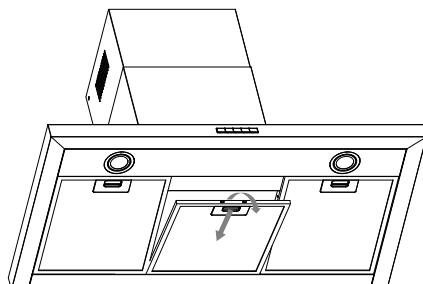

Рисунок 11
- Для отсоединения жироулавливающего фильтра, следует нажать на пружинный замок. Это позволит отсоединить фильтр от поверхности вытяжки. Опустите фильтр вниз и снимите его. См. рисунок 11.